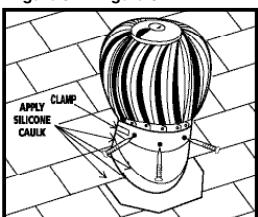

Figure 6 • Figura 6
**Attach Turbine Head...** Set the turbine unit firmly on the crimped base collar. Attach with three (3) sheet metal screws (included) through holes in the turbine base ring. Apply clear silicone or roofing cement between the turbine unit and stack and all around sheet metal screw heads. **Figure 6**
**Important:** Apply clear silicone caulk or roofing cement to exposed flashing edges and to the junction of the stack and flashing, the bead joining the upper and lower stack sections, the vertical seam in the upper and lower stack sections and all exposed nail heads.\* **Figure 6**
**Attachez la Tête de la Turbine...** Ajustez fermement la tête sur le collet gaufré de la base. Attachez-la avec les trois (3) vis à métal (incluses) dans les trous de l'anneau de la base de la turbine. Appliquez une silicone claire ou un bitume de collage entre la turbine et la cheminée et autour des têtes de clou de la feuille de métal. **Figure 6**
**Important:** Appliquez un calfeutrage de silicone claire ou de bitume de collage sur les bordures exposées du solin et à la jonction de la cheminée et du solin, à la jonction réunissant les sections supérieures et inférieures, sur le joint vertical supérieur et inférieur de l'aire de la cheminée ainsi que sur toutes les têtes de clou exposées.\* **Figure 6**